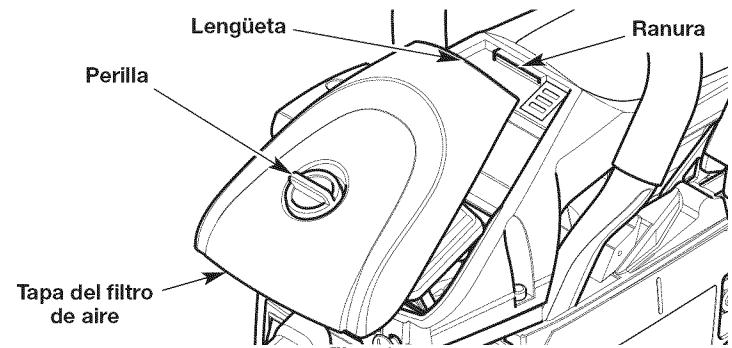
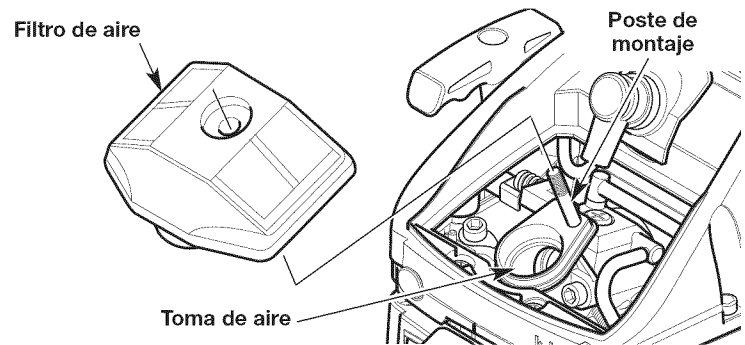

Fig. 42
Fig. 43
1. Gire la perilla que está sobre la cubierta del filtro de aire en sentido contrario a las agujas del reloj para aflojar la cubierta del filtro (Fig. 42).
2. Extraiga la cubierta del filtro de aire (Fig. 42).
3. Extraiga el filtro de aire (Fig. 43).
5. Reinstale el filtro de aire sobre el poste de montaje (Fig. 43). Compruebe que la abertura del filtro de aire se asiente de manera segura en la toma de aire (Fig. 42).
6. Coloque la cubierta del filtro de aire nuevamente sobre la unidad. Inserte la lengüeta sobre la cubierta del filtro de aire dentro de la ranura del alojamiento de la sierra de cadena (Fig. 42).
2. Gire la perilla que está sobre la cubierta del filtro de aire en sentido contrario a las agujas del reloj para aflojar la cubierta del filtro (Fig. 42).
3. Extraiga la cubierta del filtro de aire (Fig. 42).
10. Coloque la cubierta del filtro de aire nuevamente sobre la unidad. Inserte la lengüeta de la cubierta del filtro de aire dentro de la ranura del alojamiento de la sierra de cadena (Fig. 42).